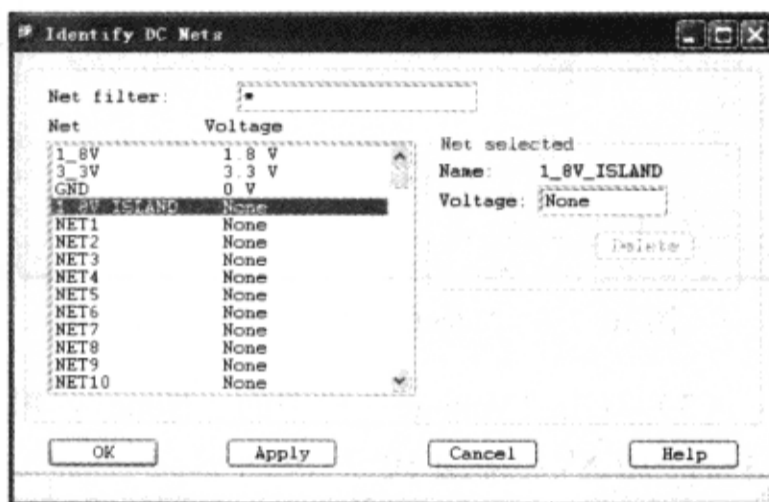

图 10-7-15 选择“1\_8V\_ISLAND”网络
(8) 选择“1\_8V\_ISLAND”网络，此时“Voltage”栏中的值为“None”，如图 10-7-15 所示。